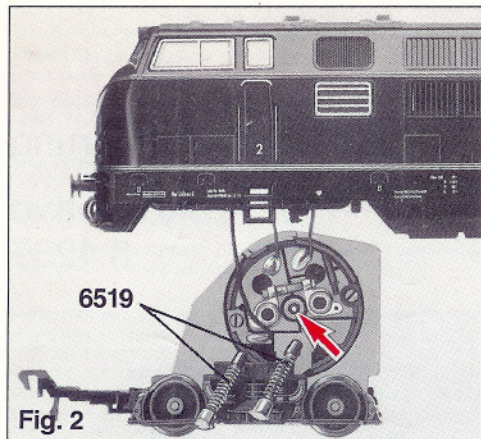
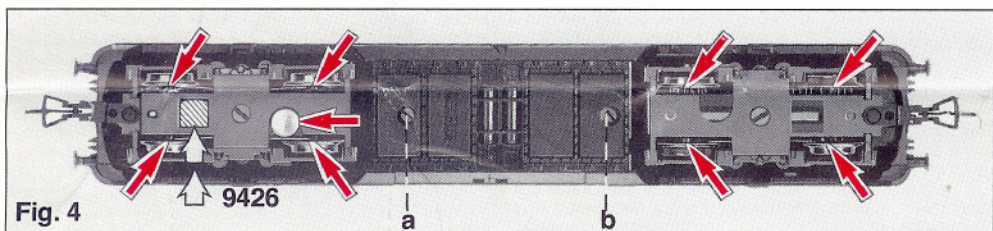

Fig. 2
Fig. 4
**Kohlenwechsel:** Der Motor ist im hinteren Drehgestell der Lok eingebaut. Drehgestell am Mittelsteg zusammendrücken und aus Führung nach unten herausziehen (Fig. 2). Ersatz-Kohlen einsetzen.
**Ölen:** Geölt werden Motor und Getriebe nur an den gekennzeichneten Lagerstellen (Fig. 2, 3, 4).
An der markierten Stelle kann der Schaltmagnet 9426 eingebaut werden (Fig. 4).
**Lampenwechsel:** Schrauben a, b entfernen. Gehäuse senkrecht nach oben abnehmen. Lampe aus Fassung lösen. Ersatzglühlampe einsetzen (Fig. 4).
**Changing Brushes:** The motor is mounted on the rear bogie of this locomotive. Using finger and thumb, press inwards lightly in the centre of the bogie sides and pull downwards out of the body (fig. 2). Renew the brushes.
**Lubrication:** The motor and gear-box need only be lightly oiled at the bearing points marked (fig. 2, 3, 4). Use only **FLEISCHMANN**-oil **6599** or a light sewing-machine oil. Never use cooking oil! Use only one drop of oil for each oiling point (→) otherwise you may flood.
The indicated point can be used for locating the **switching magnet 9426** (fig. 4).
**Changing Bulbs:** Remove the screws **a, b**. Carefully lift the body upwards. Remove bulbs from their fittings. Insert new bulbs (fig. 4).
**Remplacement des balais:** Le moteur est monté dans le bogie arrière de la locomotive. Pincer le centre des côtés du bogie afin de pouvoir le retirer (fig. 2). Remplacer les balais. **Balais de rechange: 6519 Bandages de rechange: 54 4007**
**Graissage:** Le moteur et les engrenages doivent être huilés uniquement aux endroits indiqués (fig. 2, 3, 4). Utiliser de l'huile **FLEISCHMANN 6599** ou de l'huile pour machines à coudre. Jamais de l'huile alimentaire! Une seule goutte à chaque endroit (→) suffit; un surhuilage provoque un encrassement.
L'aimant permanent **9426** peut être monté à l'endroit indiqué (fig. 4).
**Remplacement des ampoules:** Enlever les vis **a, b**. Soulever verticalement la carrosserie. Dégager l'ampoule et la remplacer par une nouvelle (fig. 4).
**Het verwisselen van de koorborstels:** De motor is in het achterste draaistel gebouwd. Door het draaistelraam in het midden iets samen te drukken kan men het motordraaistel losnemen (fig. 2). Nu kunnen de koorborstels verwisseld worden.
**Olieën:** De motor en de aandrijving hoeven alleen op de aangegeven plaatsen geolied te worden (fig. 2, 3, 4). Alleen **FLEISCHMANN**-olie **6599** of naaimachine-olie gebruiken. Nooit slaolie! Slechts 1 druppel op te olieën (→) plaats is voldoende. Op de gemerkte plaatsen kan de **schakeelmagneet 9426** gemonteerd worden (fig. 4).
**Lampjes verwisselen:** De schroeven **a, b** verwijderen. De kap van de lokomotief loodrecht naar boven trekken. Lampjes uit de fitting losmaken en nieuwe lampjes erin klemmen (fig. 4).
**Kolbyte:** Motorn är inbyggd i lokets bakre boggie. Tryck ihop boggien på mellansteget och drag ut den nedåt ur hållaren (fig. 2). Nytt kolpar monteras. **Kolpar: 6519 Slirskydd: 54 4007**
**Inoljning:** Motor och drev inoljas endast på de visade lagren (fig. 2, 3, 4). Endast **FLEISCHMANN**-olja **6599** eller symaskinsolja får användas. Aldrig matojla! Endast 1 droppe per ställe (→) annars blir det för mycket.
På de markerade ställena kan **kopplingsmagnet 9426** monteras (fig. 4).
**Lampbyte:** Skruvarna **a, b** avlägsnas. Lökkåpan dras rakt upp. Lossa lampan ur fatningen. Montera ny lampa (fig. 4).
**Cambio carboncino:** Il motore si trova nel carrello posteriore della locomotiva. Premere il centro della fiancata del carrello motore e estrarre, tirando verso il basso (fig. 2). Inserire il carboncino di ricambio.
**Lubrificazione:** Il motore e l'ingranaggio vengono lubrificati solo nei punti contrassegnati dei supporti (fig. 2, 3, 4). Usare solo l'olio **FLEISCHMANN 6599** oppure dell'olio per macchina per cucire. Mai dell'olio commestibile! Versarvi solo 1 goccia per ciascun punto d'oliatura (→), in caso contrario si causa un'oliatura eccessiva.
Sul posto segnato può essere installato il **dispositivo di comando 9426** (fig. 4).
**Cambio lampadine:** Rimuovere le viti **a, b**. Sfilare la carcassa della locomotiva verticalmente in alto. Togliere la lampadina dal suo collocamento ed avvitare una lampadina nuova (fig. 4).